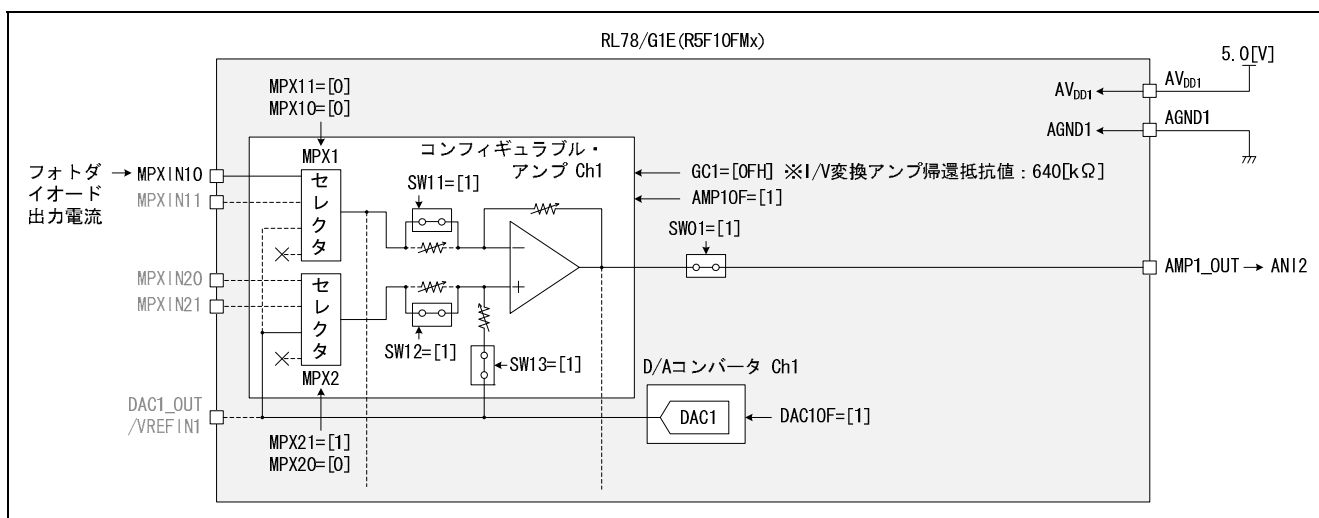

図 6.2 コンフィギュラブル・アンプ Ch1 (I/V 変換アンプ構成) のブロック図
- コンフィギュラブル・アンプ Ch1 を I/V 変換アンプ構成として使用する場合のコンフィギュラブル・アンプ Ch1 のブロック図を図 6.2 に示します。